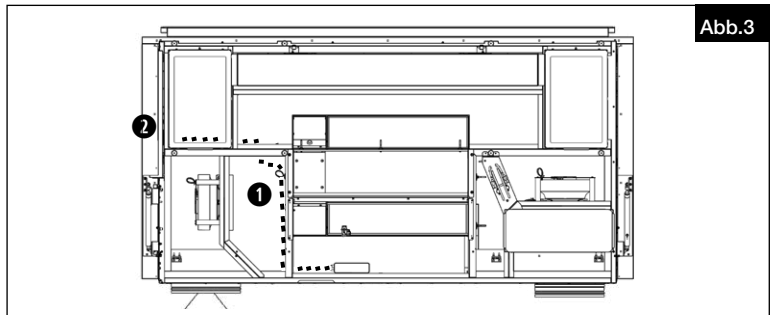

Abb.3
1. Das Netzkabel ❶ im Gerät verlegen und durch die Gummitülle nach außen zum Klemmenkasten ❷ führen (s. Abb.3).